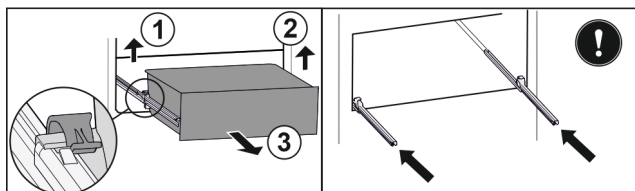

Fig. 167
- ▶ Ngrini lart kapësen e majtë dhe në të njëjtën kohë tërhiqni nga përpara sirtarin e majta. Fig. 167 (1)
- ▶ Ngrini lart kapësen e djathtë dhe në të njëjtën kohë tërhiqni nga përpara sirtarin nga e djathta. Fig. 167 (2)
- ▶ Hiqeni sirtarin nga përpara. Fig. 167 (3)